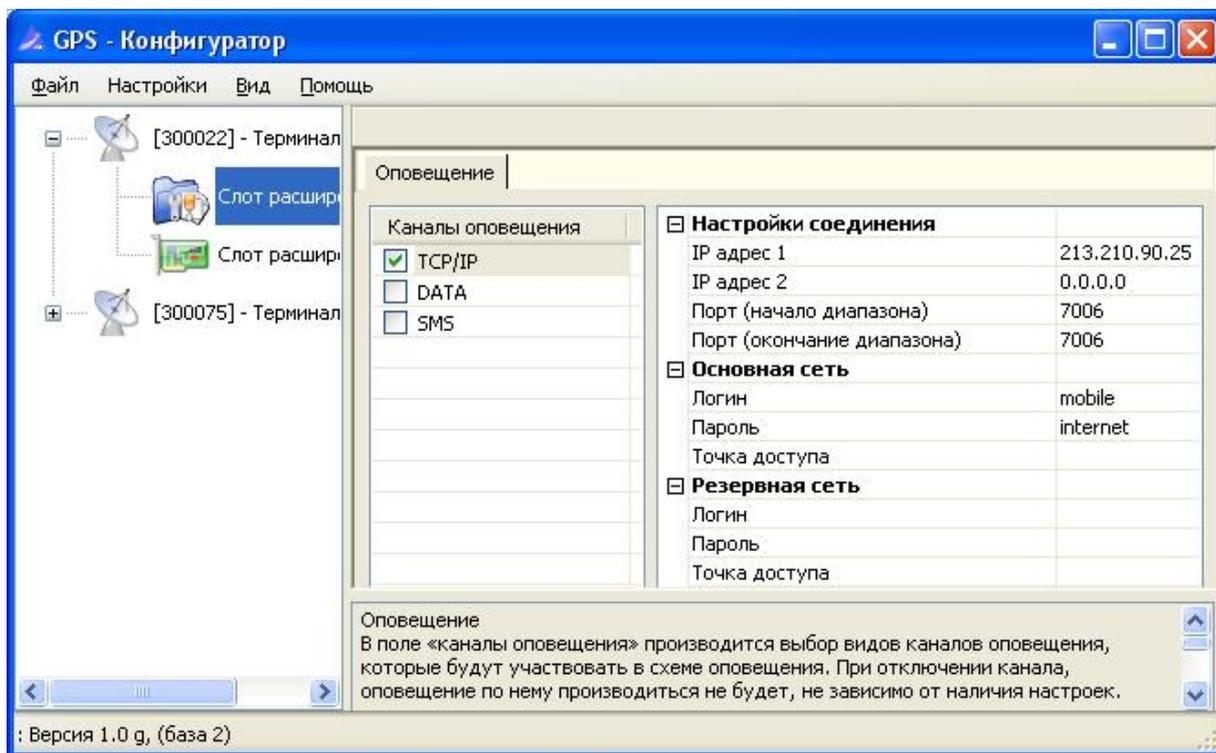

Рис. 11 – Настройка параметров оповещения канала CDMA
- Заполнить поля (см. рис. 11).